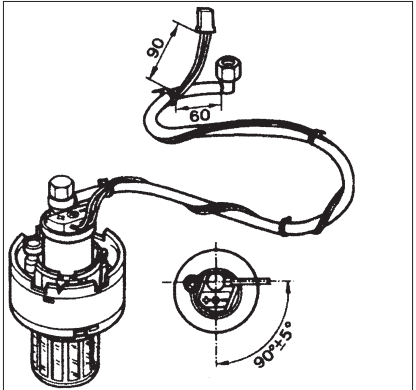

Abb. 6/Fig. 6/ Puc. 6/图6
- Audi 4 缸/ 5 缸, 配全轮驱动,** 根据图 6。